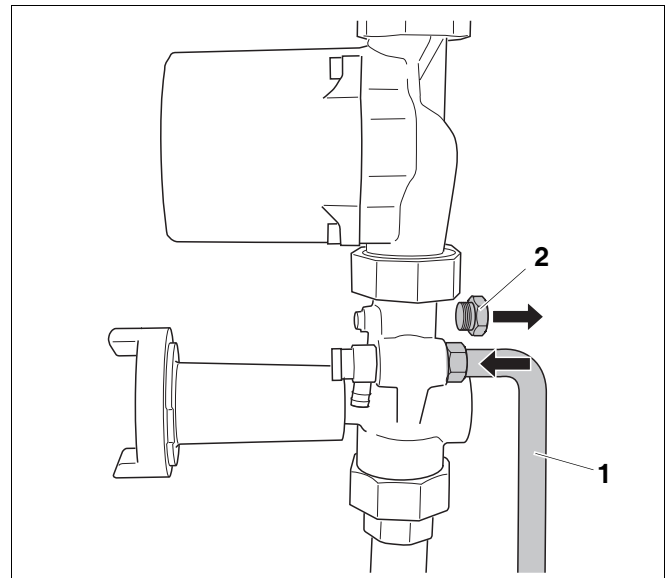

Fig. 11 Aansluiten expansievat bij enkelvoudige opstelling
- Demonteer de afdekdop (fig. 11, **pos. 2**).
- Sluit de leiding van het expansievat (fig. 11, **pos. 1**) aan op het blauwe serviceafsluiterarmatuur (retour).